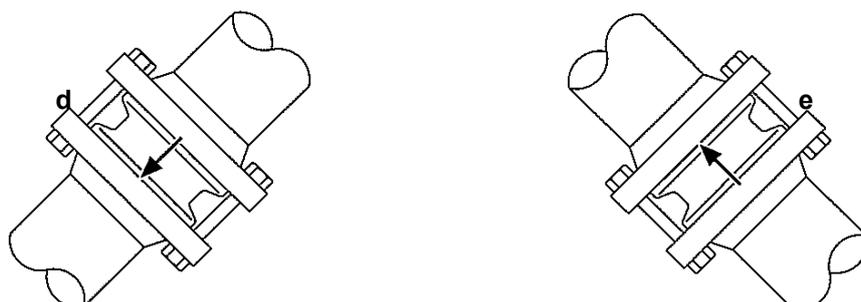

Fig. 3
3.5 Les clapets de retenue sont simplement installés entre deux brides (voir Figure 3). Des joints standards sont utilisés sur chaque face du clapet ainsi que de plus longues vis ou goujons.